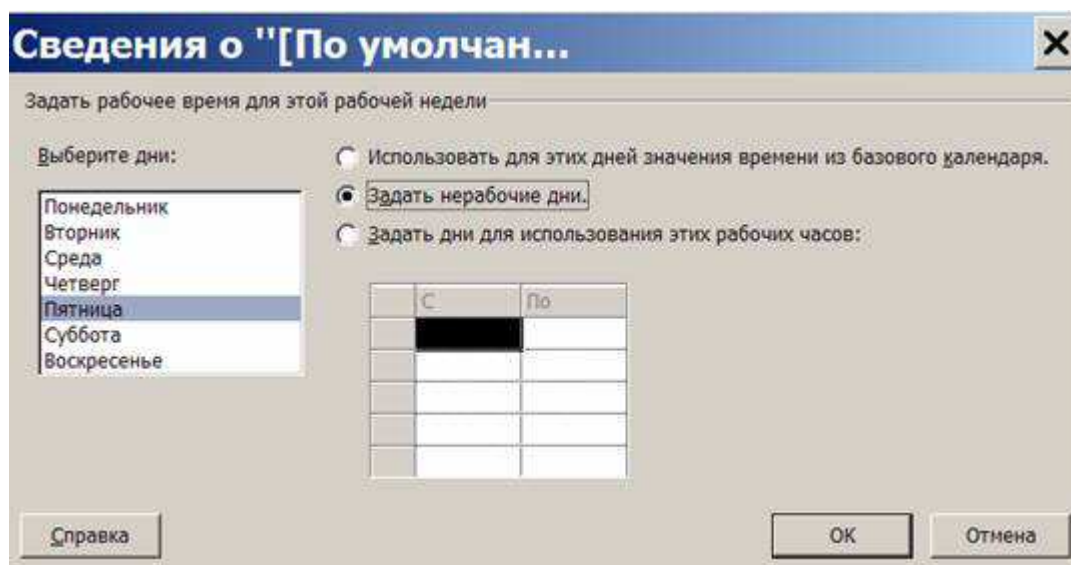

Рисунок 4.1 – Установка пятницы нерабочим днем
7. Откроется окно сведений о рабочей неделе (рис. 4.1), в котором нужно выделить день недели Пятница и для него выбрать переключатель Задать нерабочие дни. Закрыть оба окна нажатием Ок. Результат – по пятницам Постановщик является выходным и в работах проекта не участвует.